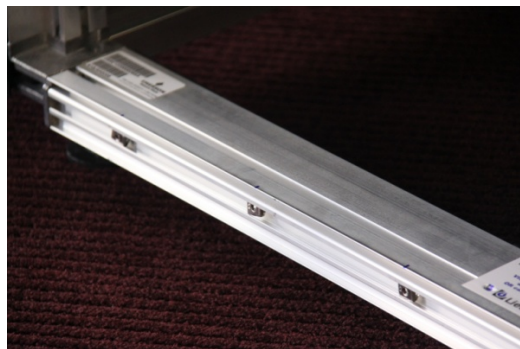

Abbildung 12 Rautenmutter
Diese Richtlinie gilt nur, wenn der Knürr DCD als separates Produkt (nicht als Teil einer fertigen Rack-Konfiguration) erworben wurde. Wenn Sie den Knürr DCD in einem Rack erwerben, ist er bereits montiert. Fahren Sie in diesem Fall (nach dem Entpacken – Abbildung 7) mit dem Anbringen des Schlauchadapterstücks von unten fort (Abbildung 12). Das beschriebene Verfahren gilt ausschließlich für den Knürr-Schrank (DCM).
- 5 Bevor Sie mit dem nächsten Schritt fortfahren, schrauben Sie das Schlauchadapterstück (5/8") in die Kondensatwanne (zuerst weißen Kunststoffstopfen entfernen) (Abbildung 12).